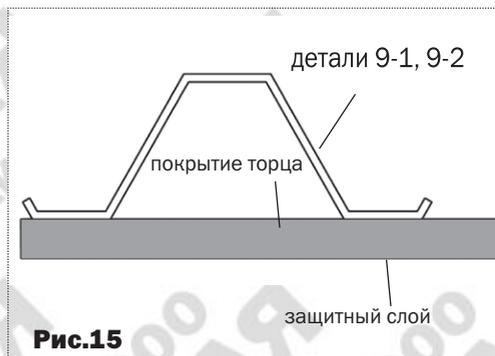
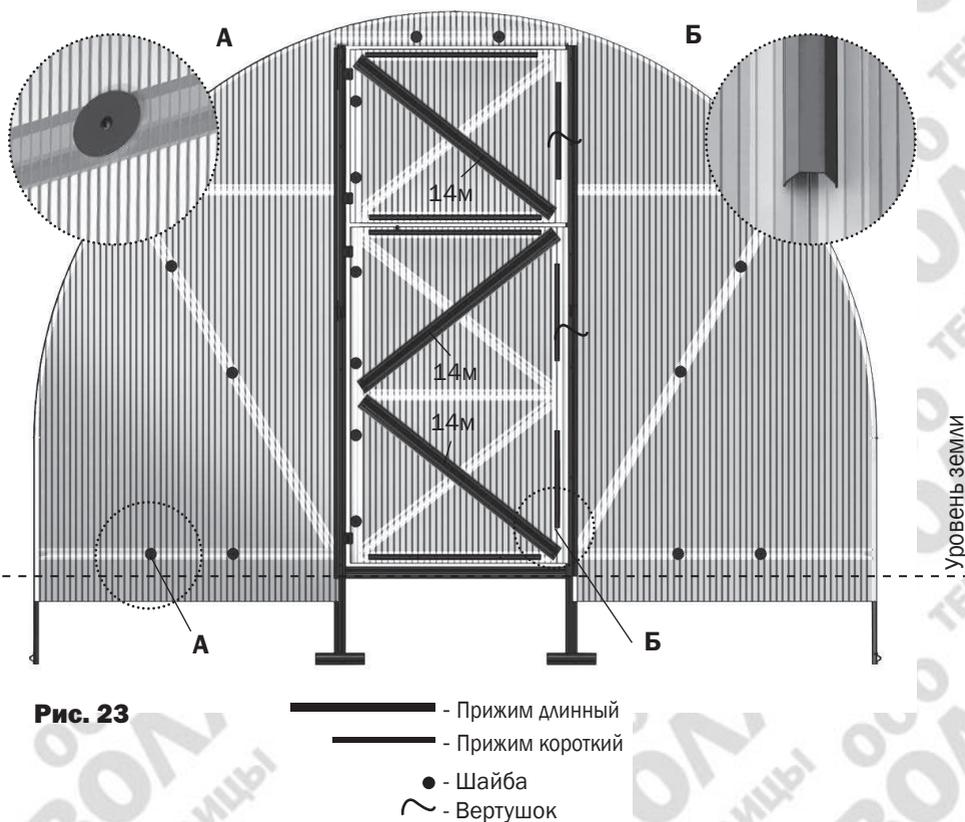

Рис.15
Рис. 23
2. Установите боковые куски покрытия торца в соответствии с **рис.15**. Придерживая кусок покрытия, закрепите его винтами с шайбами по деталям **11** и **8** (**рис.23**). Отверстия для винтов выполняются сверлом диаметром 4 мм изнутри теплицы через готовые отверстия в деталях каркаса.
5. Закрепите куски покрытия на форточке и двери прижимами и шайбами (**рис.23**), предварительно закрыв соты (оклеив их скотчем). По сторонам, противоположным петлям покрытие должно выступать за каркас на 15 мм (**рис.22**) Профили уплотнительные устанавливаются по контуру дверей и форточек в соответствии с рисунками **19...22**.
6. Шайбы и прижимы на торце устанавливаются в соответствии с **рис.23**.
Покровие, закрепляется винтами с шайбами в соответствии с рис. 23а. В некоторых деталях остаются свободные отверстия, по ним винты с шайбами не устанавливать!
Рис. 23а